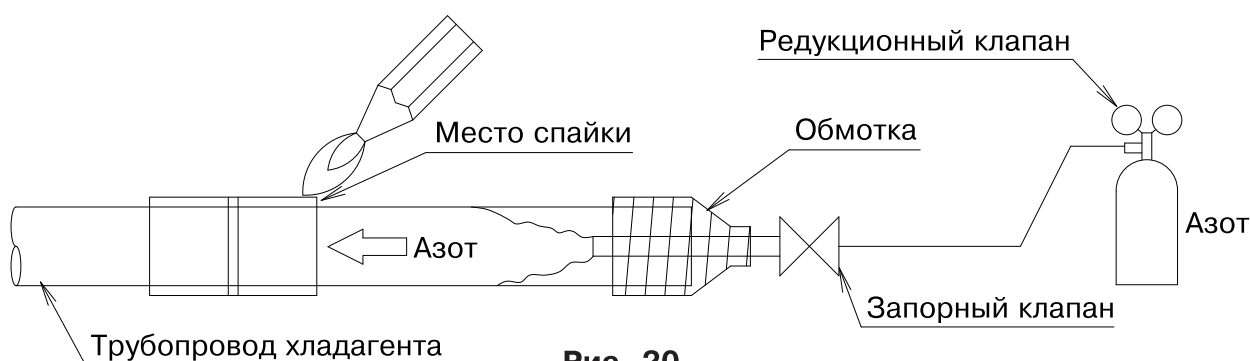

Рис. 20
- Перед пайкой трубопровода для хладагента дождитесь, пока азот вытеснит из него воздух. Затем выполните запаивание (ПРИМЕЧАНИЕ 2). (См. рис. 20) После завершения работы по запаиванию, выполните соединение развальцовки с блоком.